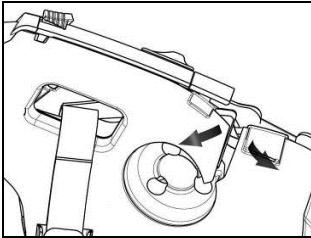

Abb. 11
- Entfernen Sie den Plastiküberzug des Wangenteils (Abb. 11).